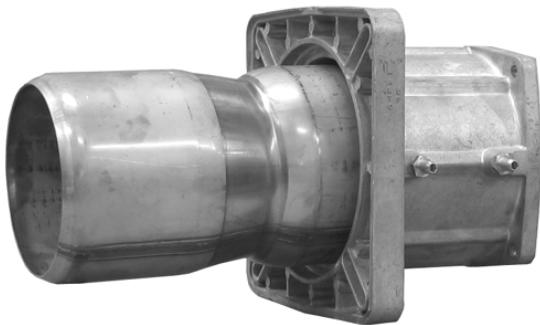

Fig. 6 - Tobera en versión corta
- 3 Extraer los 4 tornillos que fijan la tobera al botín (Fig. 6).
- 4 Extraer la tobera del botín embridado y volverla a montar por el lado opuesto, como se muestra en Fig. 6 y Fig. 7, fijándola con los tornillos extraídos anteriormente (Fig. 8).